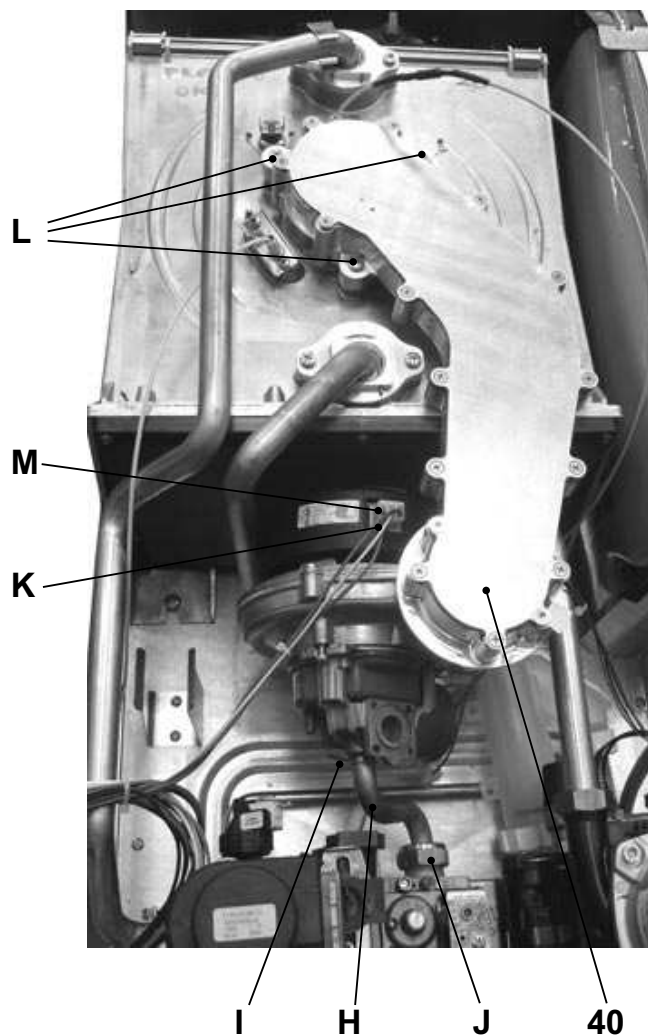

Figura 9.7
Rimozione del gruppo bruciatore ventilatore 40 in Figura 9.7 .
- Inserire un cacciavite piano nella rientranza K del connettore M e fare leva verso il basso, contemporaneamente scollegare il connettore M tirandolo frontalmente (Figura 9.7).
- Svitare le viti L e rimuovere il gruppo bruciatore ventilatore 40 (Figura 9.7)